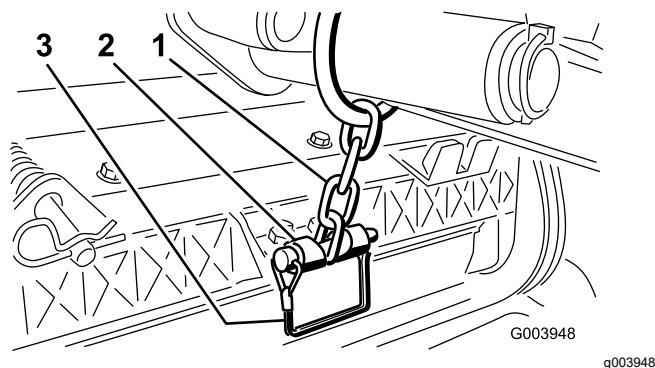

Figura 12
14. Sujete la cadena del brazo de elevación al soporte de la cadena con el pasador de seguridad (Figura 12).